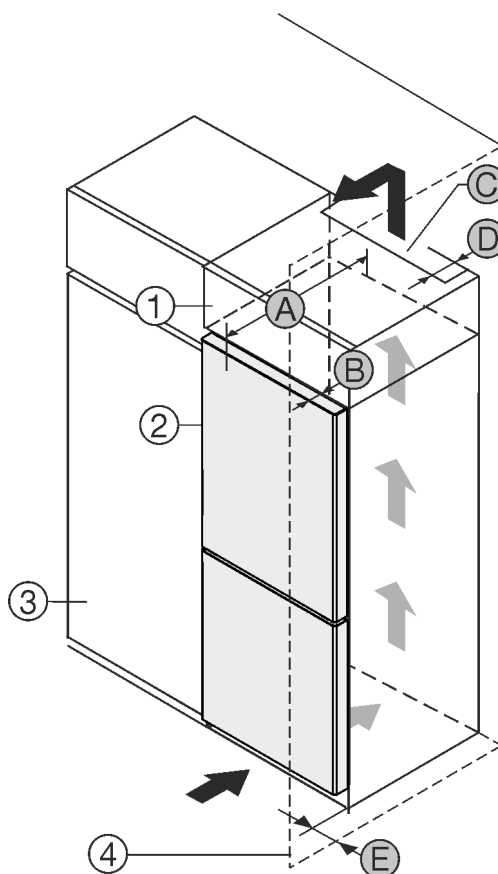

Fig. 1
Můžete přístroj nainstalovat přímo vedle kuchyňské skříňky *Fig. 1 (3)**.
Na zadní straně nastavné skříňky musí být větrací šachta hluboká *Fig. 1 (D)* přes celou šířku nastavné skříňky.*
Pod stropem místnosti musí být dodržen ventilační průřez *Fig. 1 (C)**.
Když přístroj instalujete závěsy vedle stěny *Fig. 1 (4)*, musí být vzdálenost mezi přístrojem a stěnou minimálně 13 mm.*
Když přístroj instalujete závěsy vedle stěny *Fig. 1 (4)*, musí být vzdálenost mezi přístrojem a stěnou minimálně 20 mm.*
Aby bylo možné dvířka plně otevřít, musí přístroj přesahovat o hloubku dvířek *Fig. 1 (B)* vůči přední linii kuchyňské skříňky. V závislosti na hloubce kuchyňských skříněk *Fig. 1 (3)* a použití vymezočů odstupů od stěny může přístroj vyčnívat dále.*